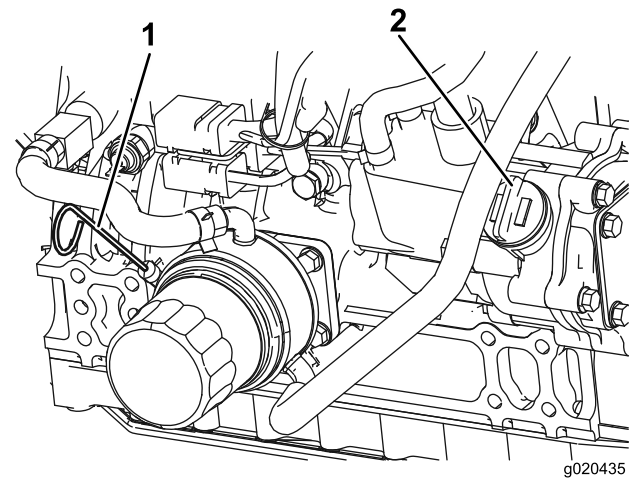

Bild 10
3. Entfernen Sie den Peilstab, wischen ihn ab und führen ihn wieder in das Rohr ein; ziehen Sie ihn dann wieder heraus. Der Ölstand sollte an der Voll-Markierung sein (Bild 10).
4. Wenn der Ölstand unter der Voll-Markierung liegt, nehmen Sie den Fülldeckel ab (Bild 10) und gießen Sie genug Öl ein, um den Ölstand bis zur Voll-Markierung anzuheben. **Füllen Sie nicht zu viel ein.**